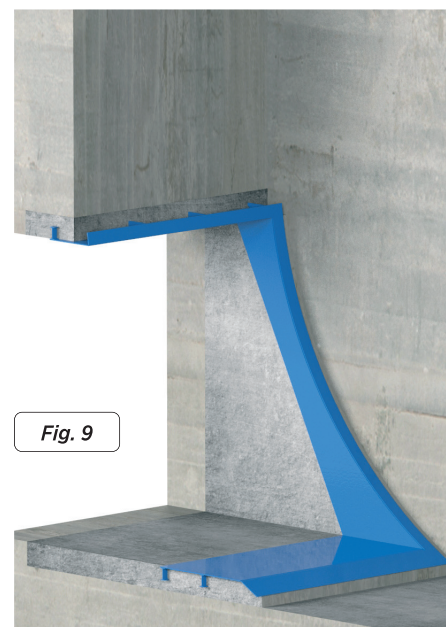

Fig. 9
- Para terminar o processo de montagem do bocal, realizar a segunda betonagem. Esta operação consiste em preencher os orifícios entre a conduta e o bocal, certificando-se de que não fica nenhum ressalto na conduta (fig. 9).